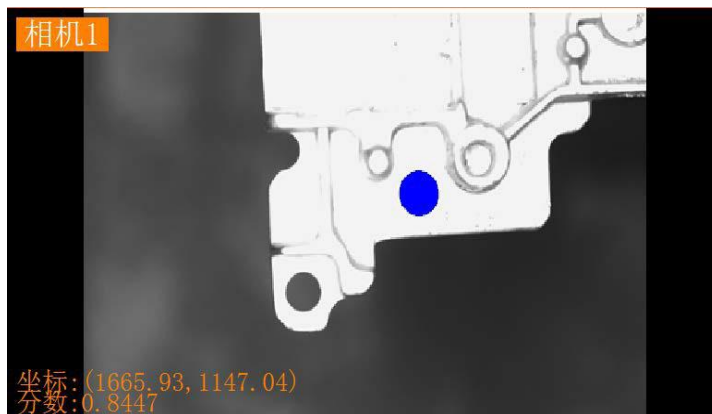

图 2-19
- c. **斑点**：选择斑点-“面积/相似”工具（弹出如下图 2-19 所示）